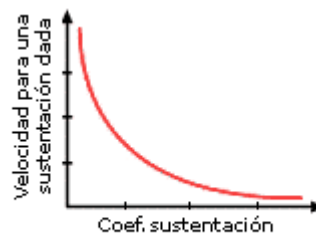

Fig.1.7.6 - Velocidad vs. Coef.sustentación.
2. Para mantener una misma cantidad de sustentación, si la velocidad **v** disminuye, el coeficiente de sustentación **CL** (que depende del ángulo de ataque) debe incrementarse y viceversa, tal como muestra el gráfico de la fig.1.7.6.